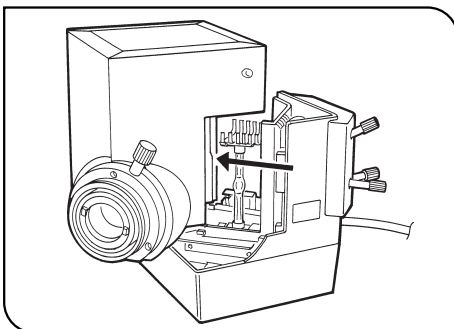
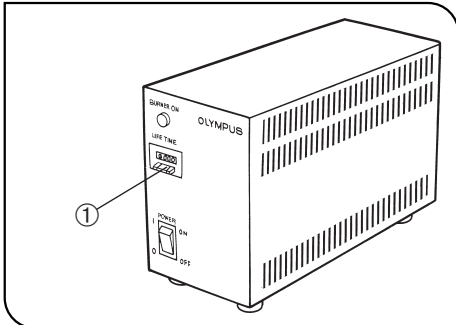

Abb. 7
Abb. 9
3. Die Lampenfassung in das Lampenhaus einsetzen (Abb. 7).
1. Den Mittelteil der Rückstelltaste ② (Abb. 7) an der vorderen Bedienerkonsole des Vorschaltgeräts ① (Abb. 9) drücken, um die Anzeige für die Lebensdauer des Brenners auf 000,0 zurückzustellen.